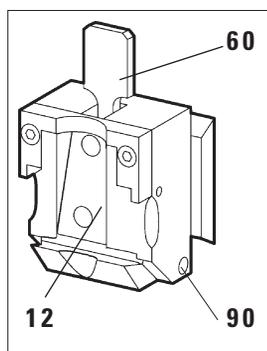

図 34
- ナイフホルダー E のクランプレバー (89)。
- カセットクランプのクランプレバーのシャフト (90) (図 34 を参照)。